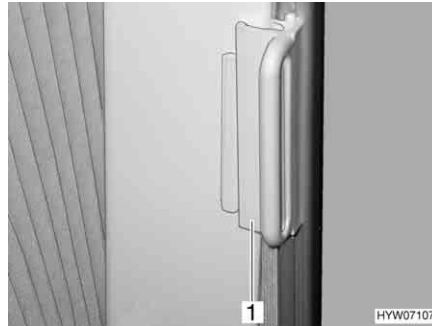

Fig. 23 Verrouillage supplémentaire pour dispositif occultant plissé
- Pousser la poignée (Fig. 23,1) sur la pièce de fixation. Le dispositif occultant plissé est bloqué.